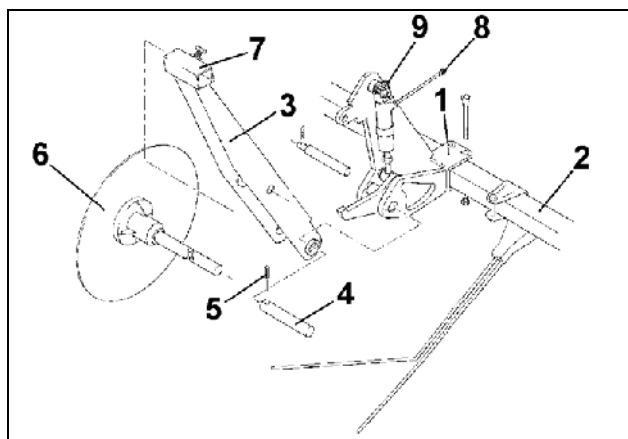

Fig. 33
- fijar dos vigas de acople (Fig. 33/1) en la almohaza exacta
- Fijar y asegurar el soporte de discos de huella (Fig. 33/3) con perno (Fig. 33/4) y clavija de sujeción (Fig. 33/5).
- Introducir los discos de huella (Fig. 33/6) en los soportes de discos de huella (Fig. 33/3) y apretar con los tornillos de cabeza hexagonal (Fig. 33/7).
- Conectar las mangueras hidráulicas (Fig. 33/8) a ambos cilindros hidráulicos (Fig. 33/9) y junto con el cilindro hidráulico para la corredera de rodadas en el cabezal de distribución conectarlas a la válvula electrohidráulica